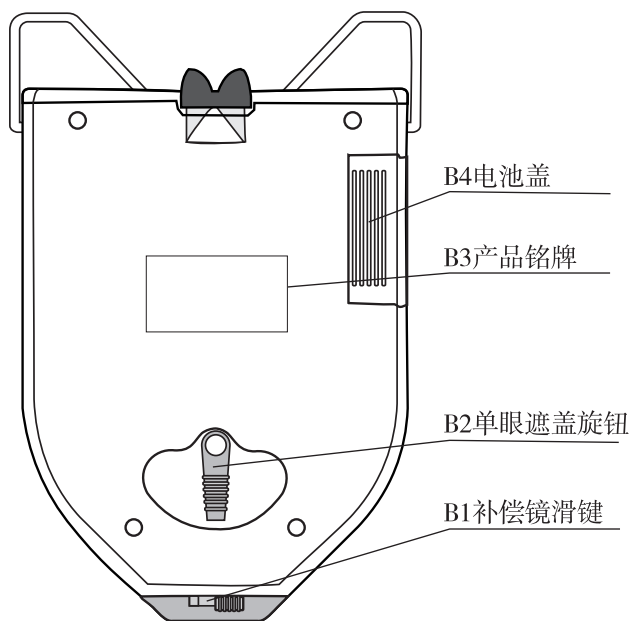
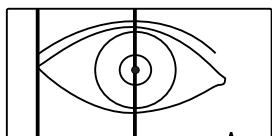

图 3
图 8a 为测右眼瞳距时从检测窗看的状态
5.2 后面板说明（图 3 所示）
6.4 单眼瞳距测量 (图 8a、8b 所示)
- 当需要进行左、右眼单眼瞳距测量时，扳动图 3 中的序号 2 (单眼遮盖旋扭)，可以完全遮盖另一只眼睛，(图 8a、8b 所示)。